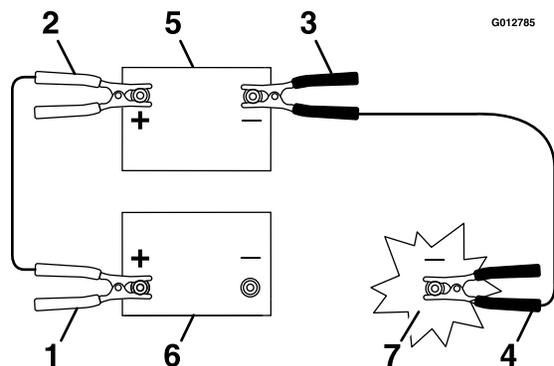

Рисунок 63
5. Подсоедините положительный (+) кабель к положительной (+) клемме разряженной аккумуляторной батареи, которая соединена со стартером или электромагнитом, как показано на Рисунок 63.